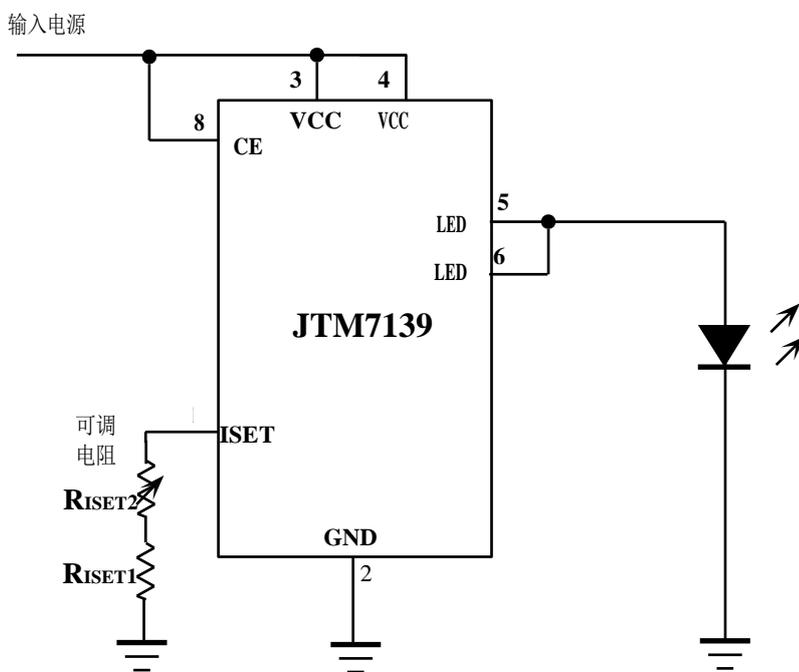

图5 用可变电阻调整发光二极管的亮度
3. 用可变电阻调整发光二极管的亮度，如图5所示
用一个可变电阻可以连续调整发光二极管的亮度，如图5所示。R_{ISSET1}设置了流经LED管脚的最大电流，R_{ISSET2}为可变电阻，改变R_{ISSET2}的电阻值就可以连续改变发光二极管的亮度。